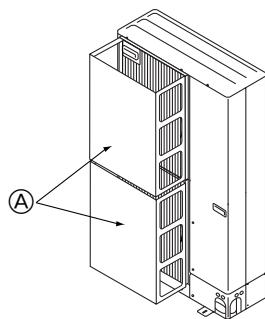
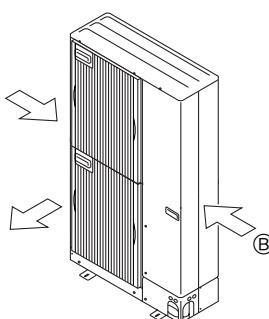

Fig. 2-15
Fig. 2-16
① 若机组安装在台风等强风可直接吹入送风口的地方，请安装选购的导气板。(Fig. 2-15)
② 导气板
② 尽可能将机组安置在送风口垂直于季候风方向的地方。(Fig. 2-16)
③ 风向